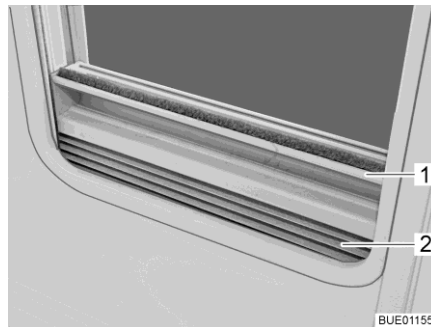

Bild 37 Faltverdunklung
- Schließen:** ■ Die Faltverdunklung (Bild 37,2) in der Mitte der Griffleiste (Bild 37,1) fassen, von unten nach oben ziehen und auf der gewünschten Höhe loslassen. Die Faltverdunklung bleibt in dieser Höhe stehen.